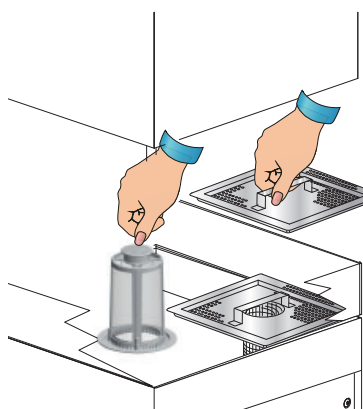

fig. 1
• Controllare che il filtro aspirazione pompa sia ben alloggiato nella propria sede sul fondo della vasca (vedi fig. 1).
- Inserire i filtri di superficie (vedi fig. 1).